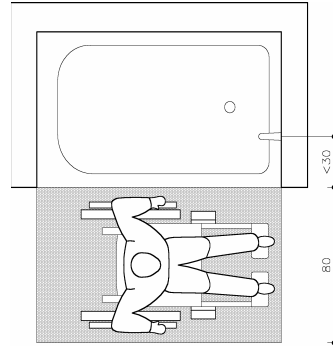

Figura 8
D.1 Área de aproximación: Debe disponerse de un área de transferencia lateral a la bañera de dimensiones mínimas 80cms de ancho y longitud igual a la bañera. (Ver figura 8).
D.4 Grifería: Debe colocarse a la piecera a una altura de 30cms por encima del borde de la bañera y a una distancia máxima de 30cms del borde lateral exterior. (Ver figura 8 y 9).